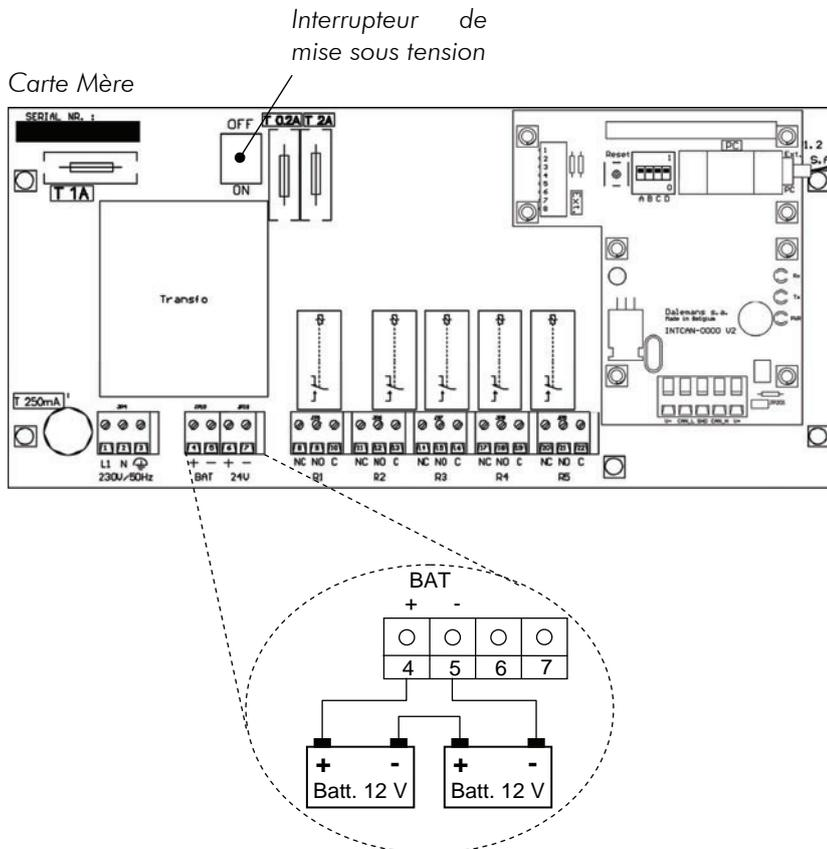

Fig. 25
- Placer l'interrupteur de mise en service du central en position OFF (Fig. 25).
- Relier les batteries au central (Fig. 25).